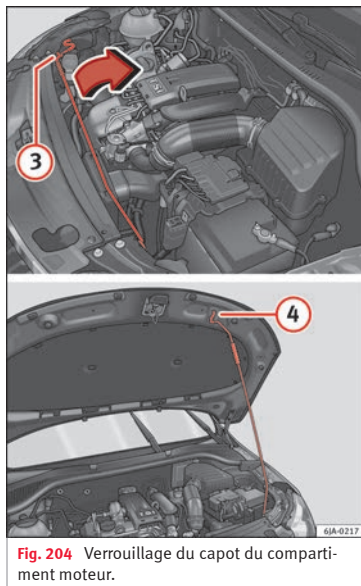

Fig. 204 Verrouillage du capot du compartiment moteur.
- Sortez la béquille **3** » fig. 204 de sa fixation dans le sens de la flèche et bloquez le capot une fois levé de sorte que l'extrémité de la béquille s'accroche dans l'ouverture située sur le capot **4**.